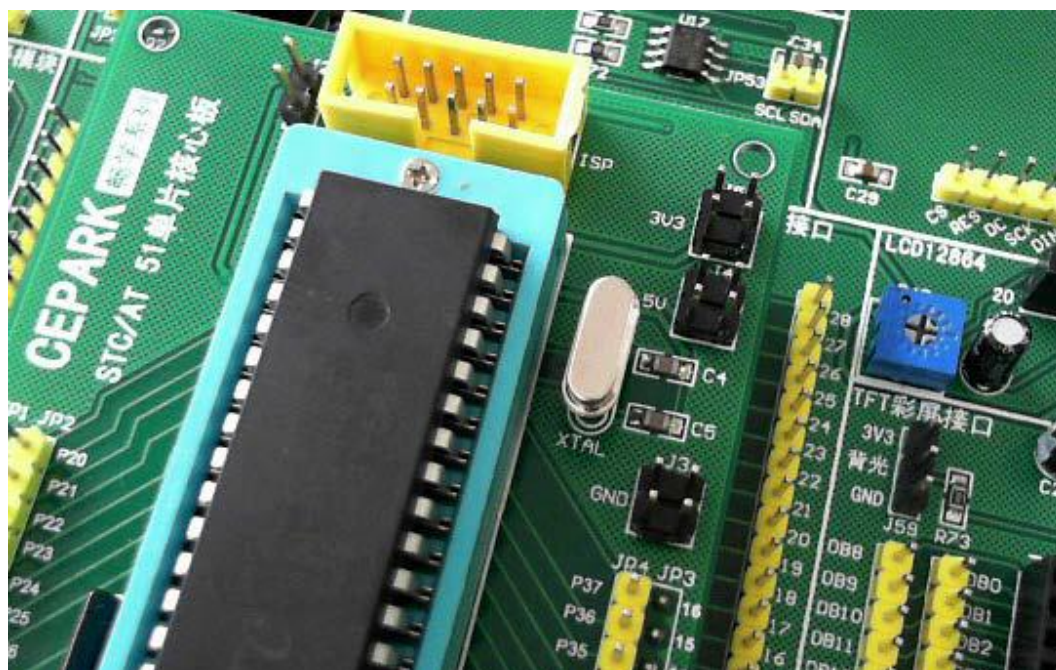

图2-5 晶振连接
3) 将晶振插到畅学51单片机核心板晶振插座，默认为11.0592M，如图2-5所